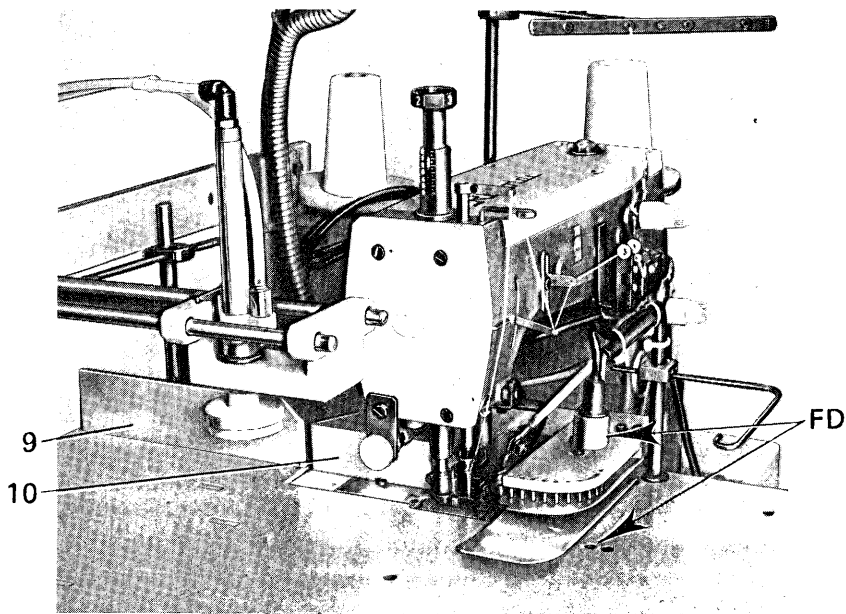

Fig. 3
- 5) Un guide directionnel du tissu (10 fig.3) que l'on positionne au moyen d'un aimant
- 6) Un guide à "L" (9 fig.3) placé à la suite du guide (10 fig.3) et réglable au moyen d'écrous